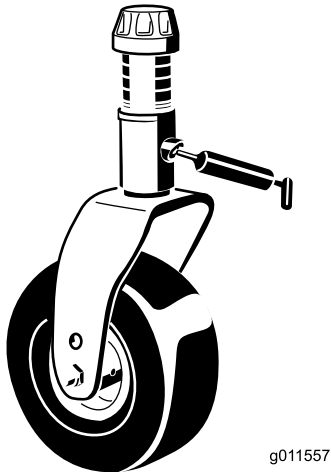

Bild 19
- Laufradgabel-Büchsen (4)(Bild 19)